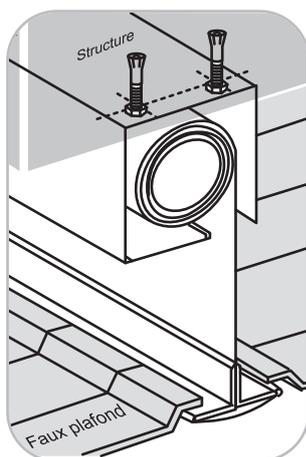

Fig. 22
- Pose en linteau sur structure béton (Fig. 22).